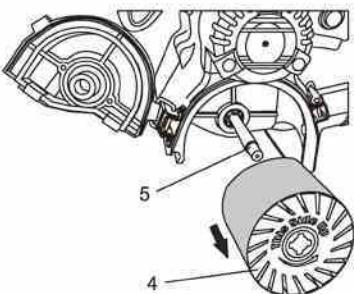

Fig. 2
2. Suelte la cerradura DERECHA de la cubierta del extremo del rodillo (3).
3. Retire la cubierta hacia afuera de la carcasa principal y girelo hacia la parte frontal de la herramienta utilizando la cerradura IZQUIERDA como bisagra. (Fig 2).
4. Deslice el rodillo (4) del mango del rodillo (5).